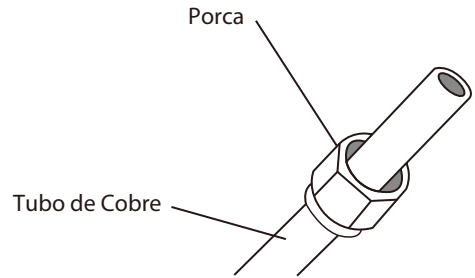

Fig. 6.3
3. Coloque porcas em ambos os lados do tubo. Certifique-se que estão ambos na mesma direcção, porque não vai conseguir alterar a sua direcção depois de abocardar. Ver Fig. 6.3.